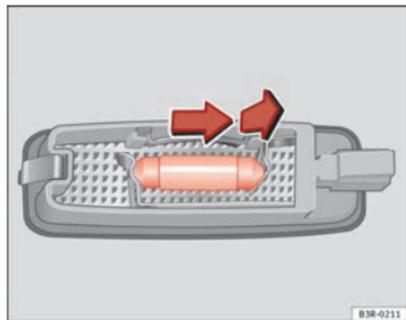

Fig. 229 Desmontaje luz del parasol
- Retire la lámpara, moviéndola en el sentido de la flecha y hacia afuera ⇒ fig. 229.